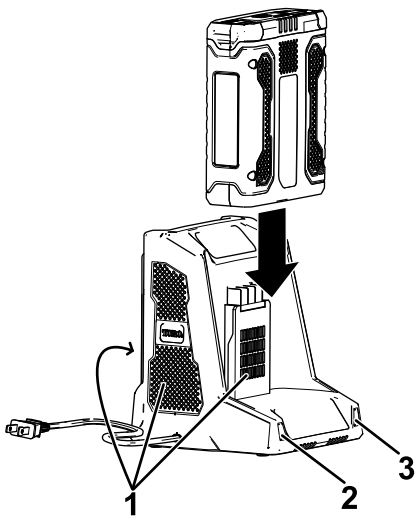

Figura 9
- 5. Fate scorrere il pacco batteria nel caricabatterie fino a quando non è completamente in sede (Figura 9).